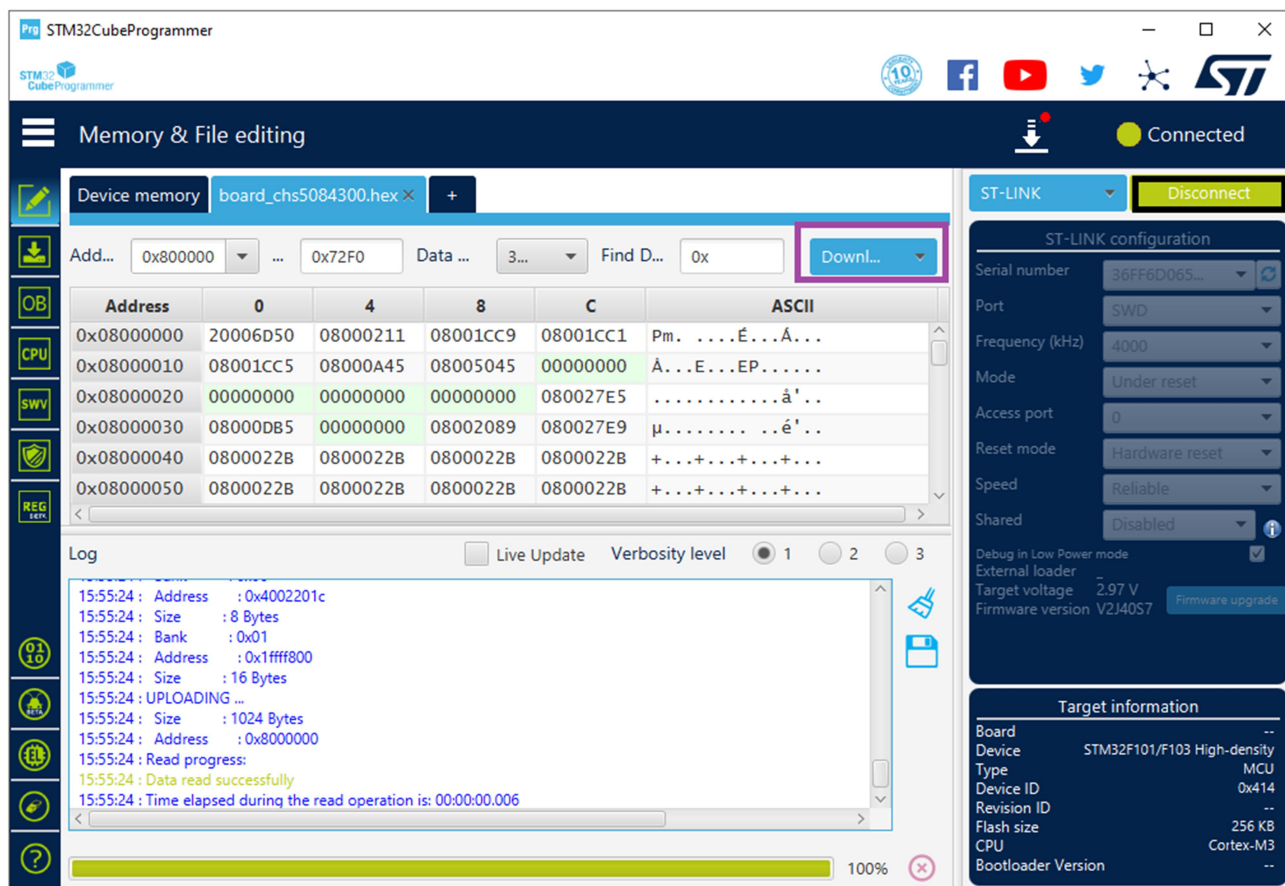

Рисунок 4
3) Нажать Download (выделено фиолетовой рамкой, рис.4).
4) После завершения процесса программирования, нажать кнопку Disconnect (обведено чёрной рамкой, рис.4), после чего, на кабеле программирования, нажать кнопку reset, для перезапуска контроллера.